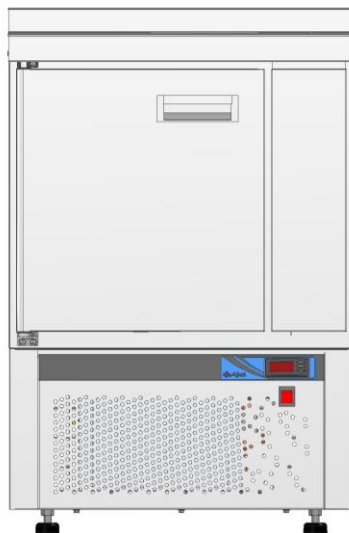

Рис. 1 СХС-60Н, СХС-70Н
- стол холодильный среднетемпературный с нижним расположением агрегата СХС-60Н, СХС-70Н столешница нерж. 202 с бортом (дверь) (см. рис. 1);